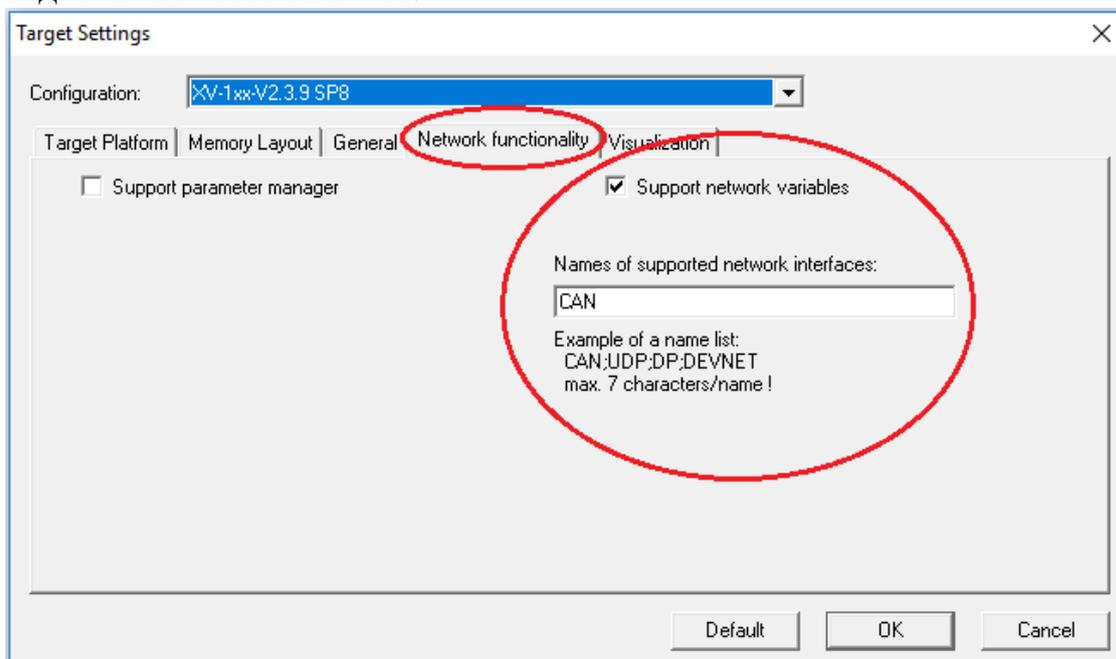

Рис. 43. Установка поддержки сетевой передачи данных через CAN Open протокол
3. Настройте целевую платформу (Target Settings). Откройте вкладку «Целевая платформа» (Target Settings) и на странице диалогового окна «Конфигурация» (Configuration) выберите тип контроллера XV-1xx-V2.3.9 SP8. Во вкладке сетевой функциональности (Network functionality) поставьте галочку на против «Support network variables» и в открывшемся поле ввода пропишите «CAN» (рис. 43). Подтвердите ввод нажатием кнопки ОК.